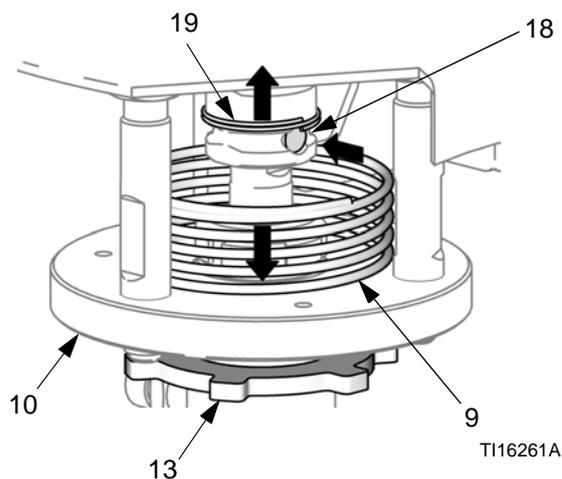

FIG. 6. Resorte de seguridad y pasador de conexión
4. Consulte la FIG. 6. Empuje el resorte de seguridad (9) hacia abajo y manténgalo oprimido para acceder al pasador de acoplamiento (18). Empuje el resorte de retención (19) hacia arriba y saque el pasador empujando hacia afuera utilizando un destornillador o punzón.
5. Afloje la contratuerca (13).